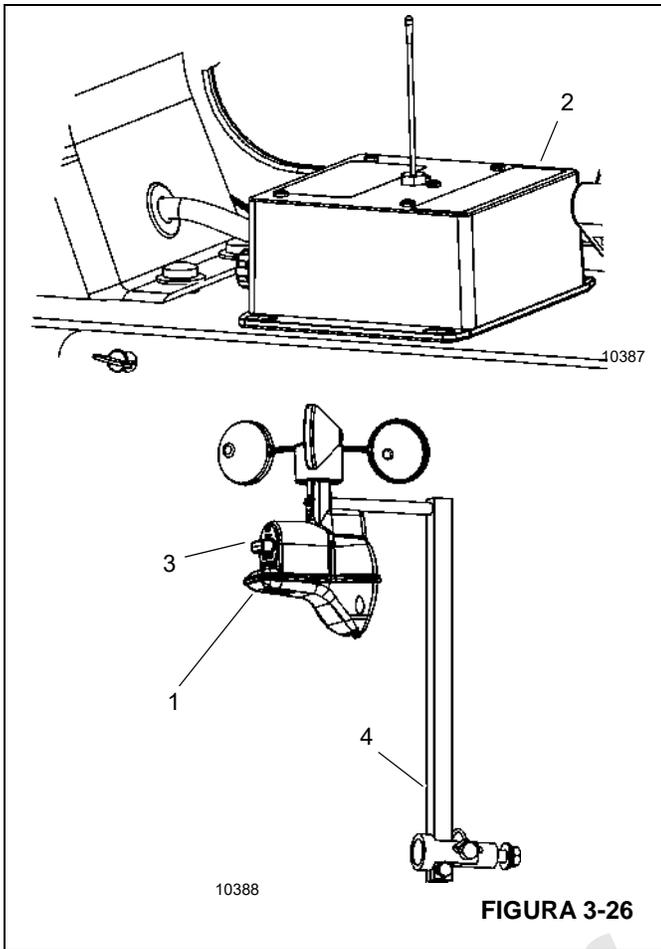

FIGURA 3-26
Las grúas cuentan con un indicador de velocidad de viento opcional para medir la velocidad del viento en el extremo de la pluma. El indicador de velocidad de viento tiene un conjunto de anemómetro de radio y un enrutador de compuerta inalámbrico. El anemómetro (1, Figura 3-26), que captura los datos de velocidad del viento en el extremo de la pluma o del plumín, es alimentado con batería y se comunica en forma inalámbrica con el enrutador de compuerta (2) ubicado en la cabina de la grúa. El enrutador de compuerta
2. Retire la cubierta de batería (Figura 3-26) y la batería usada del anemómetro.